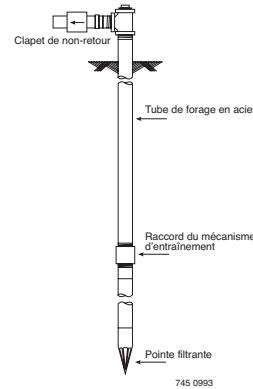

FIGURE 2 – INSTALLATION D'UN PUITS À POINTE FILTRANTE
- Raccordez le tuyau d'aspiration à la pointe filtrante (figure 2). Gardez le tuyau horizontal aussi court que possible. Utilisez du ruban d'étanchéité pour filetage de tuyau en PTFE sur le filetage extérieur. Il peut être nécessaire d'utiliser plusieurs pointes filtrantes pour obtenir un débit d'eau suffisant pour le pompage.
- Pour aider l'amorçage dans les installations de pointes filtrantes, installez le clapet de non-retour comme illustré à la figure 2. Assurez-vous que la flèche du clapet de non-retour indiquant le sens de l'écoulement pointe vers la pompe.